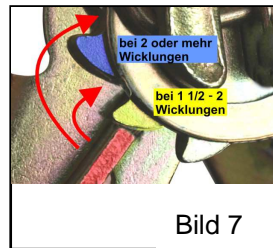

Bild 7
- 2 oder mehr Wicklungen des Gurtbandes auf der Spannratschenwelle: Sperrschieber (rot markiert) in den übernächsten Zahn (blau markiert) ratschen (Bild 7).